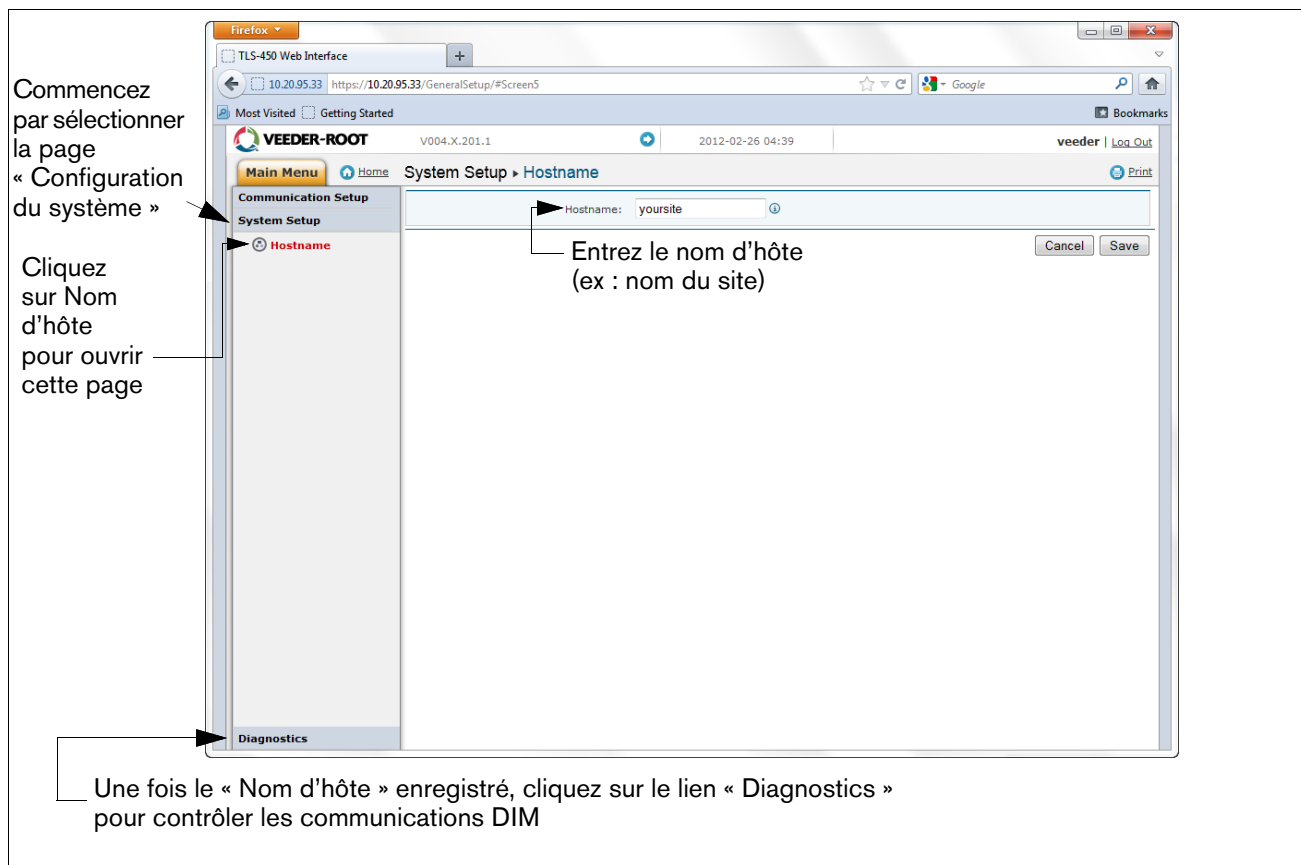

Figure B-9. Saisie du nom d'hôte
11. Sélectionnez la page « Configuration du système » et entrez le nom d'hôte, puis cliquez sur le bouton « Enregistrer » (voir l'exemple à la Figure B-9). Il est recommandé d'utiliser le nom de réseau affecté par l'administrateur réseau ou un autre nom permettant d'identifier l'emplacement. Sur cette page, cliquez sur le lien Page de diagnostic (en bas à gauche).